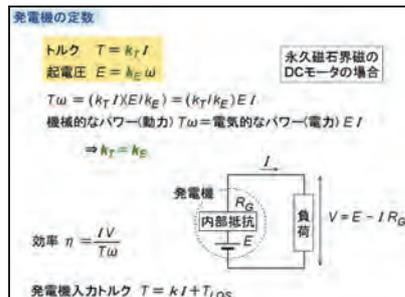

図4 発電機定数
- ①発電機：原理，効率，発電機定数(図4)，自然エネルギー利用に適した発電機